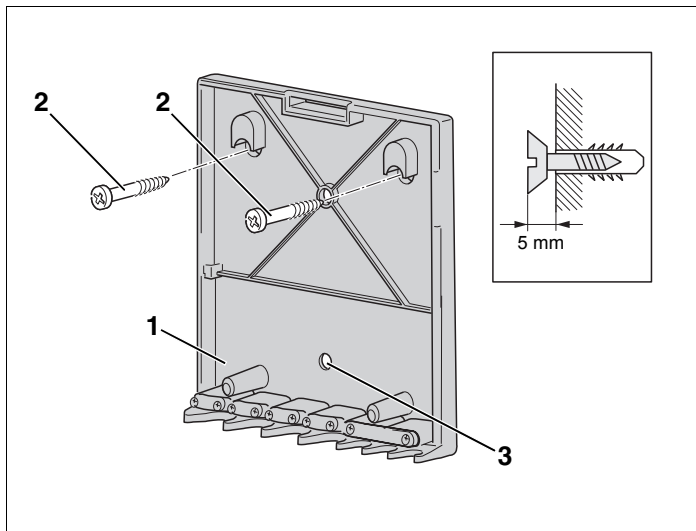

Fig. 9 Montajul suportului de perete
- Marcați pozițiile de găurire pentru suportul de perete (Fig. 9, **Poz. 1**).
- Practicați găurile corespunzător șablonului suportului mural (Fig. 9, **Poz. 1**) (Ø 6 mm).
- Introduceți dibluri în găuri și înfiletați șuruburile din setul de livrare (Fig. 9, **Poz. 2**) până la 5 mm.
- Suspendați suportul mural (Fig. 9, **Poz. 1**) și strângeți șuruburile. Dacă este cazul, fixați suportul mural (Fig. 9, **Poz. 1**) de perete prin intermediul unor orificii suplimentare (Fig. 9, **Poz. 3**) practicate în acesta.